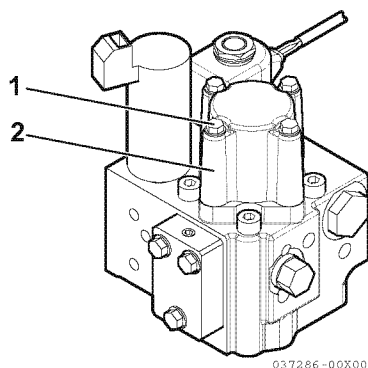

Figura 4
1. Quite los cuatro pernos de montaje (1, **Figura 4**) de la válvula eléctrica de arrastre (2, **Figura 4**).